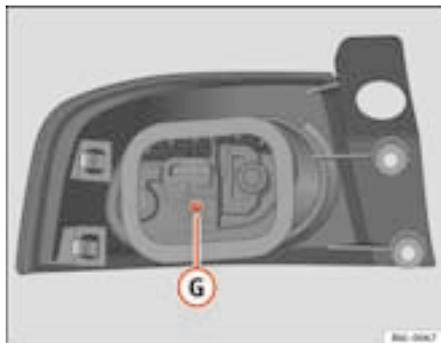

Fig. 161 Luz traseira na carroçaria
- Desenrosque o parafuso **G** ⇒ fig. 161.